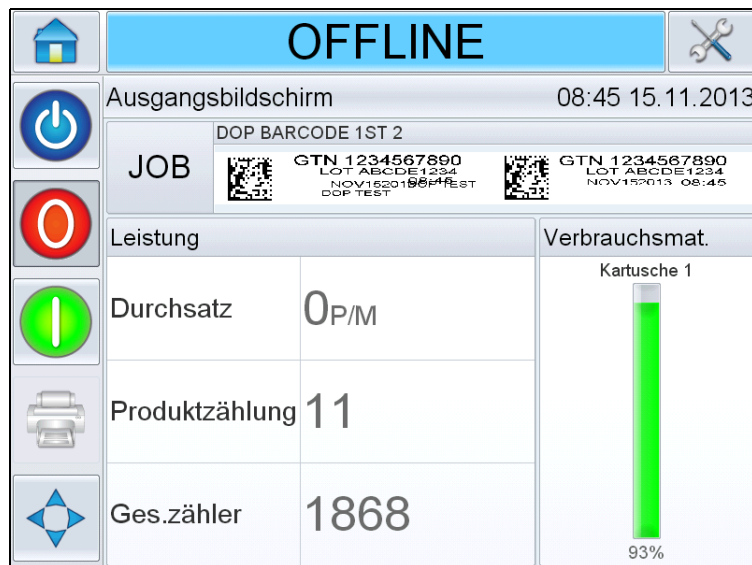

Abbildung 6-15: Job wählen
- 1 Wählen Sie *Job* auf dem *Ausgangsbildschirm* (siehe Abbildung 6-15).